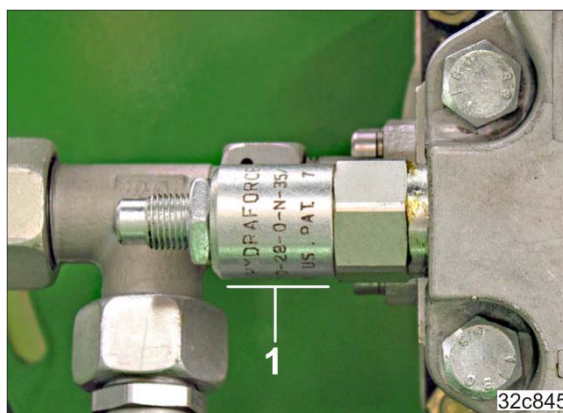

Рис. 138
- Редукционный клапан с круглым наружным контуром (Рис. 138/1)